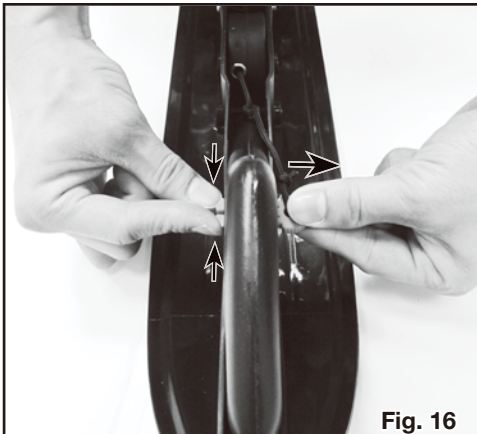

Fig. 16
18. Le système de retrait automatique de la corde de remorquage est conçu pour faciliter le positionnement et l'entreposage de la poignée de remorquage lors de l'utilisation. Relâchez la boucle de sécurité et retirez la poignée de la corde de remorquage du ski avant. (voir fig. 16)